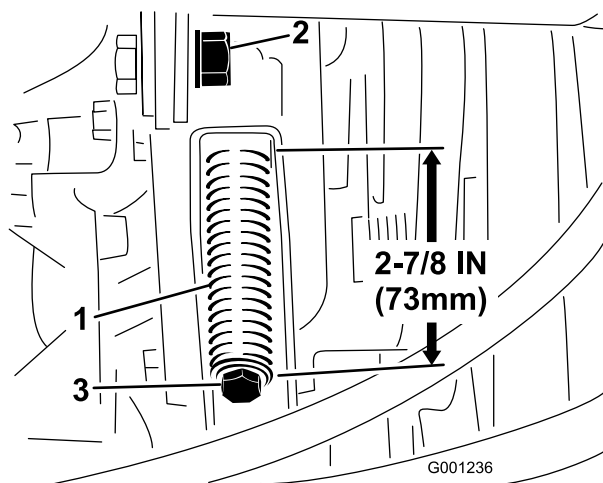

Figura 65
3. Desaperte a porca de bloqueio da barra tensora (Figura 65).
4. Utilize uma chave de porcas com uma abertura de 1/2 pol. para apertar ou desapertar a mola tensora (Figura 65). Ajuste a mola de modo a ficar com um comprimento de 273 mm.
4. Utilizando uma chave de porcas com uma abertura de 1/2 pol., desaperte até ao fim a mola tensora da correia (Figura 65).
6. Instale a nova correia da tomada de força e ajuste a tensão da mola da polia para 73 mm (Figura 65).
7. Apertar a porca de bloqueio (Figura 65) e feche o capot.